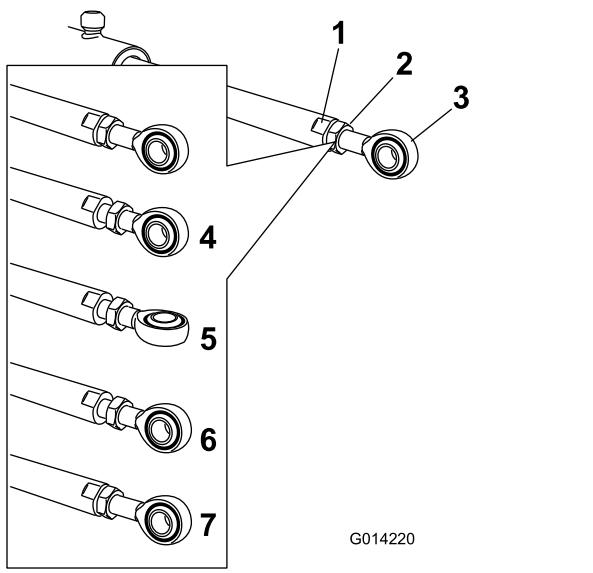

Bild 97
4. Arretieren Sie die flachen Seiten der Aktuatorstange mit einem Schraubenschlüssel und lösen Sie dann die Klemmmutter, damit Sie die Ösenstange manipulieren können (Bild 97).
5. Drehen Sie die Ösenstange in der Aktuatorstange, um den ausgefahrenen Aktuator auf die gewünschte Stellung zu verlängern oder zu verkürzen (Bild 97).